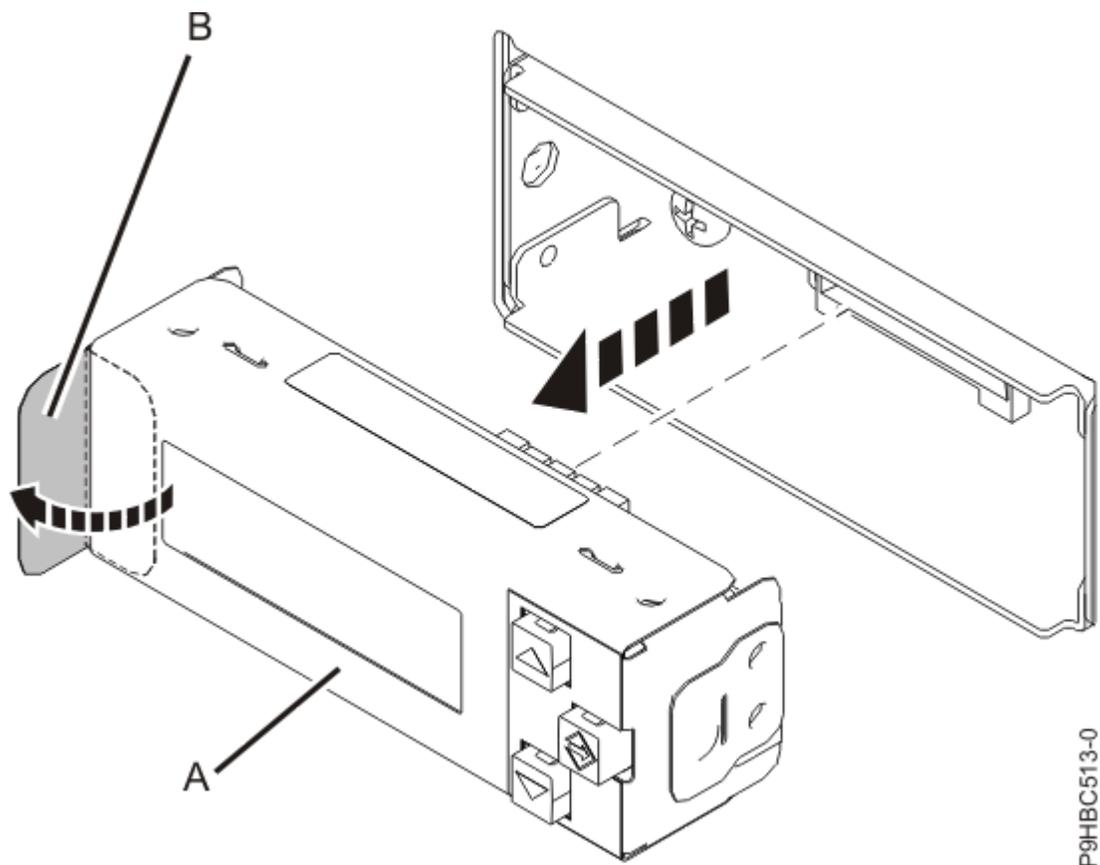

Figura 20. Remover o ecrã do painel de controlo
2. Remova o ecrã do painel de controlo **(A)** ao puxar a patilha **(B)** conforme apresentado em Figura 20 na página 22.